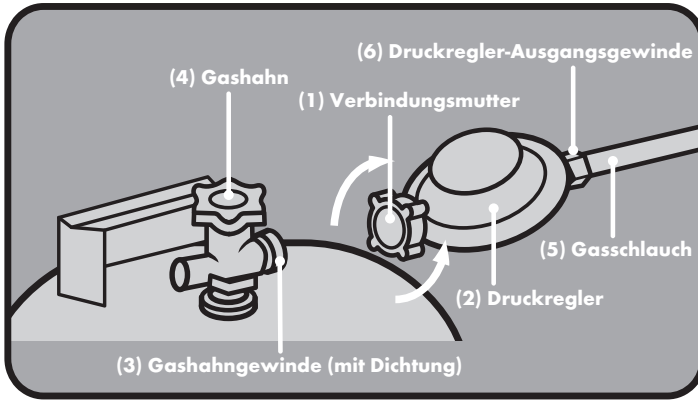

Abb. 1: Montage des Druckreglers
2. Verbinden Sie den Druckregler mit der Gasflasche, indem Sie die Verbindungsmutter (1) des Druckreglers (2) durch Linksdrehung (von Hand) auf das Gashahngewinde (3) schrauben (siehe Abb. 1).